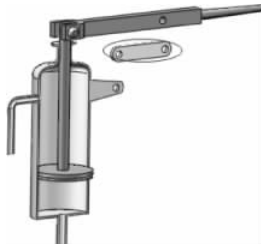

图 3-19 添加连杆
(1) 单击【装配体】工具栏中的【插入零部件】按钮,弹出【插入零部件】属性管理器。单击【浏览】按钮,在弹出的【打开】对话框中选择零件【连杆】,单击【打开】按钮,在图形区域中的合适位置单击插入,然后使用【装配体】工具栏中的【移动零部件】和【旋转零部件】功能拖动零件到手柄中间通孔附近位置,如图 3-19 所示。